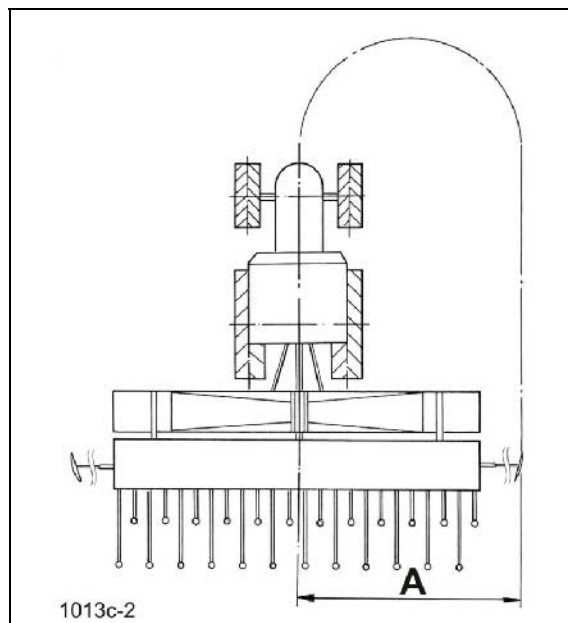

Рис. 133
5. Установите длину маркера на расстояние "А" (см. таблицу Рис. 133, на стр. 134).